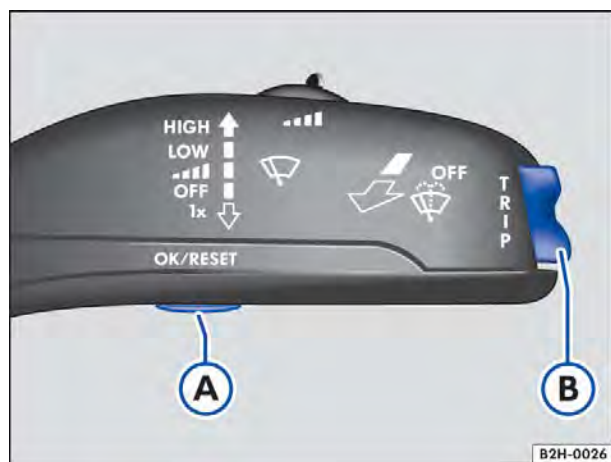
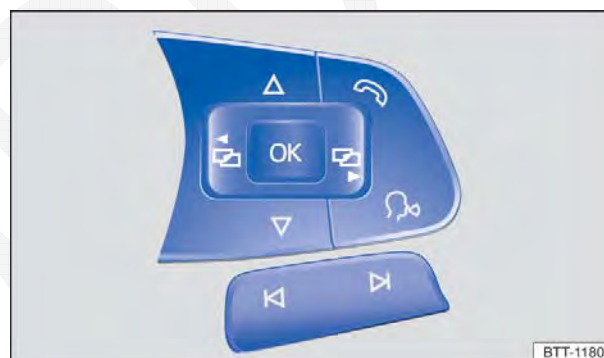

Fig. 14 Veículos sem volante multifunções: botão (A) na alavanca dos limpadores do para-brisa para confirmar itens de menu e chave (B) para trocar menus.
Fig. 15 Veículos com volante multifunções: botões para comandar os menus no instrumento combinado.
- Caso uma mensagem ou o pictograma de veículo sejam exibidos, pressionar o botão ⇒ Fig. 14 (A) da alavanca dos limpadores do para-brisa ou o botão (OK) do volante multifunções ⇒ Fig. 15.
- No comando com a alavanca dos limpadores do para-brisa: para listar o menu principal ⇒ Página 27 ou para retornar de outro menu para o menu principal, manter a chave ⇒ Fig. 14 (B) pressionada.
- No comando com o volante multifunções: o menu principal não é listado. Para navegar entre os itens do menu principal, pressionar o botão ou repetidamente ⇒ Fig. 15.
- Pressionar a chave ⇒ Fig. 14 (B) da alavanca dos limpadores do para-brisa para cima ou para baixo ou pressionar os botões de seta (▲) ou (▼) do volante multifunções até que o item de menu desejado esteja selecionado.
- Para acessar o item do submenu, pressionar o botão (A) da alavanca dos limpadores do para-brisa ou o botão (OK) do volante multifunções ⇒ Fig. 15.
- Selecionar ou confirmar a seleção com o botão ⇒ Fig. 14 (A) na alavanca dos limpadores do para-brisa ou o botão (OK) no volante multifunções.
- *No comando com a alavanca dos limpadores do para-brisa:* manter a chave (B) pressionada.
- *No comando com o volante multifunções:* pressionar o botão (↵) ⇒ Fig. 15.